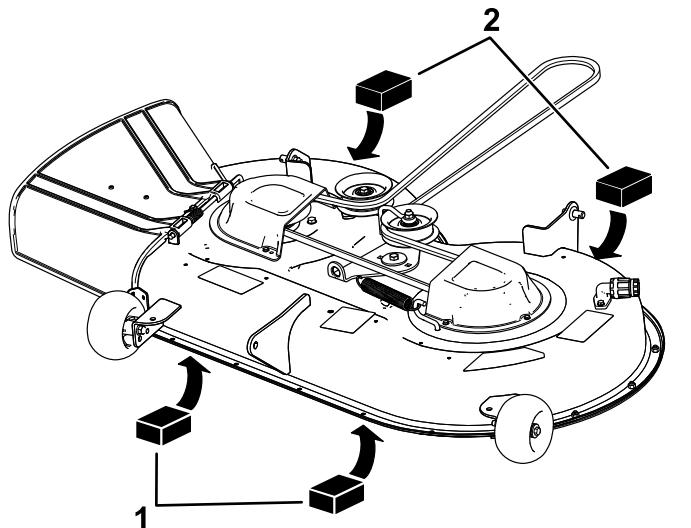

Рисунок 68
- Установите 2 подставки толщиной по 6,6 см под каждую сторону передней кромки деки, но не под кронштейны защитного валика (Рисунок 68).
- Установите 2 подставки толщиной по 7,3 см под заднюю кромку фартука режущей деки, по одной на каждой стороне режущей деки (Рисунок 68).